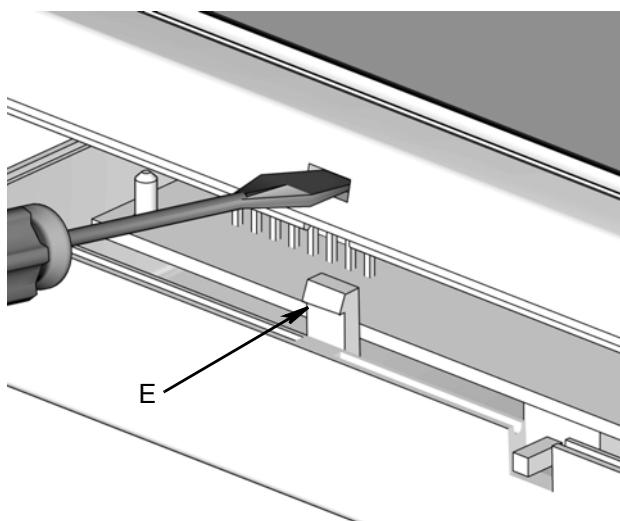

Рис. 11
1. Чтобы снять крышку приемопередатчика, нажмите плоской отверткой на защелки (E) с каждой стороны крышки (см. Рис. 11).